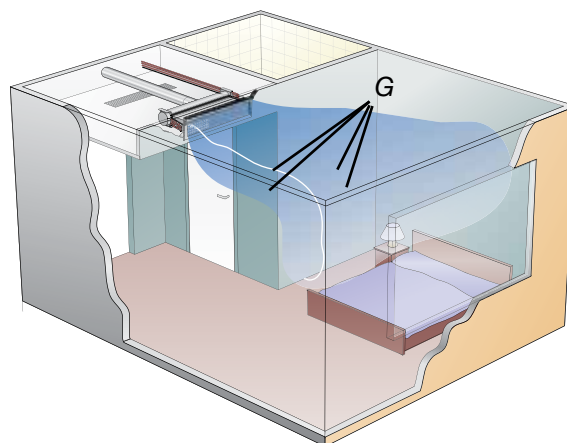

Рис. 3. Primo в потолке (решение для отеля)
- Primo в подпотолочном пространстве (Рис. 3).